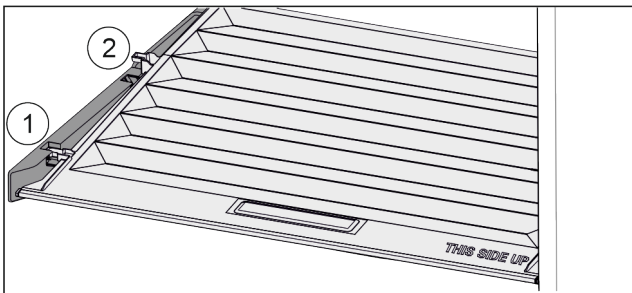

Fig. 97
- ▶ Deckel bis zur Öffnung in den Halteteilen nach vorne ziehen Fig. 97 (1).
- ▶ Hinten von unten anheben und nach oben wegnehmen Fig. 97 (2).